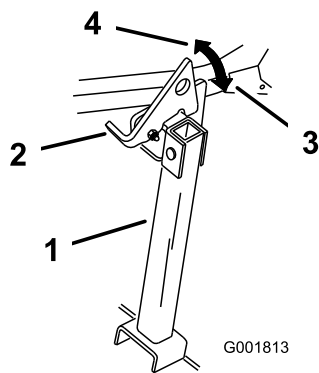

Bild 29
2. Heben Sie den Riegel in die entsicherte Stellung an (Bild 29).